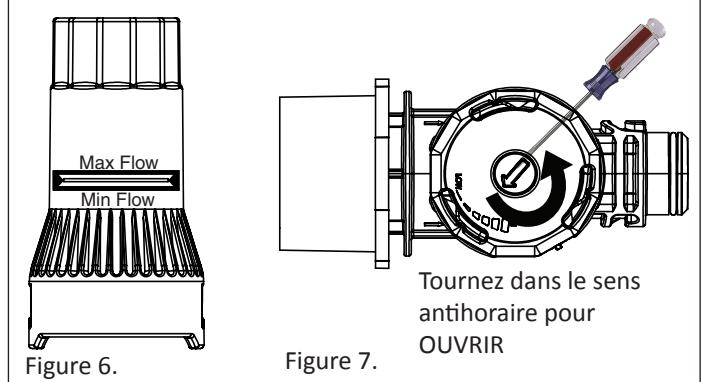

Figure 7.
5. Ajustez la vanne sur le raccord mural avec un tournevis plat en tournant la vanne dans le sens horaire (pour réduire le débit) ou antihoraire (pour augmenter le débit) afin que le diaphragme s'aligne avec les flèches sur les marques du débitmètre. **Voir la Figure 7.**